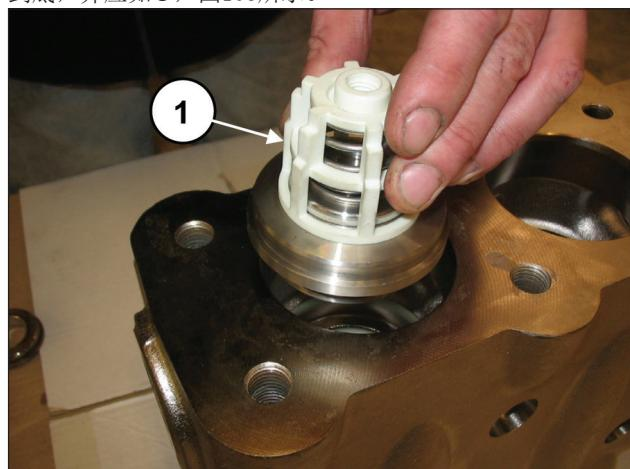
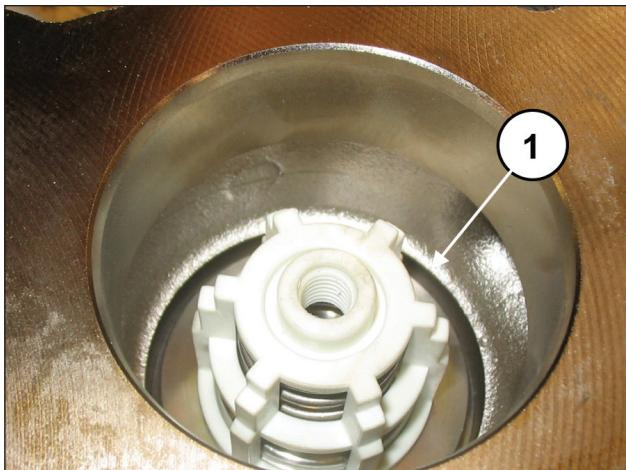

图107
图108
插入排出阀组（部件号①，图107）。整个阀组必须完全插入到底，并应如①，图108所示。